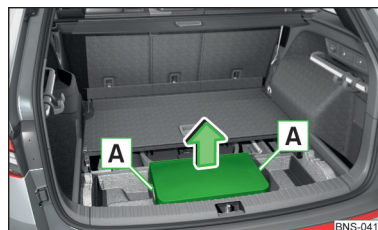

Fig. 331
- Agarrar la tapa de la batería en las manijas **A** y sacar en la dirección de la flecha » fig. 331.